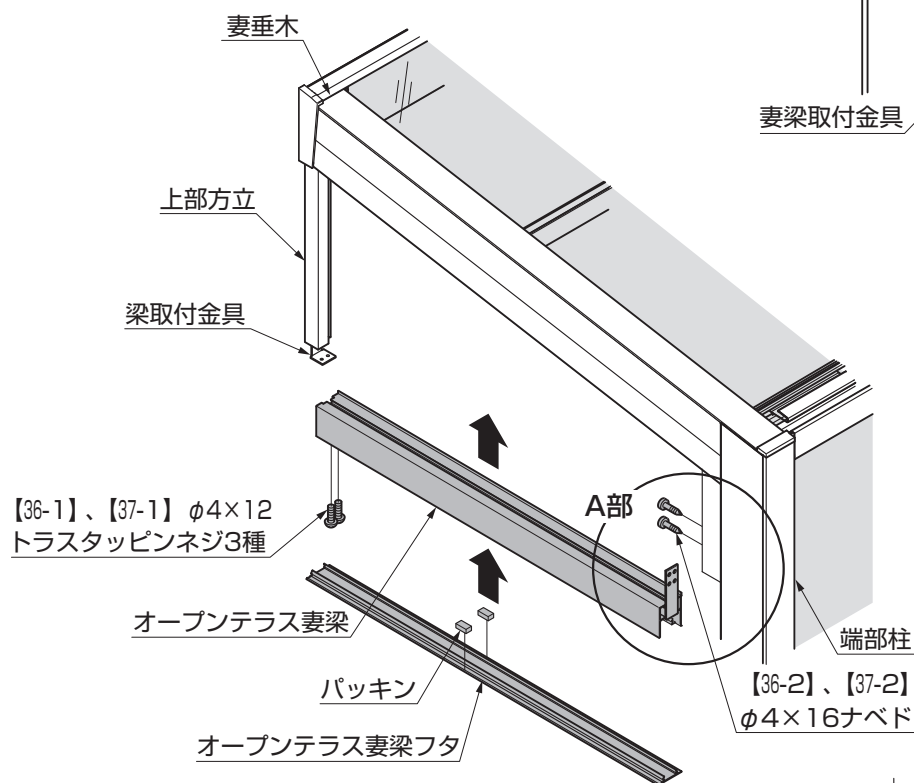
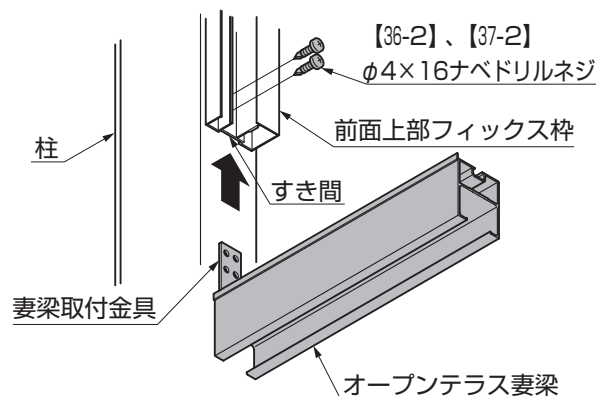

図3-6
図3-7 A部詳細図
- ① オープンテラス妻梁を端部柱と前面上部フィックス枠のすき間にスライドさせ、はめ込み【36-2】または【37-2】で取付けてください。（図3-6、図3-7参照）
- ② オープンテラス妻梁を上部方立に取付いている梁取付金具に、【36-1】または【37-1】で取付けてください。（図3-6参照）
- 妻梁取付金具を柱に取付ける場合は、【36-2】または【37-2】を内側の2箇所に取り付けてください。（図3-7参照）